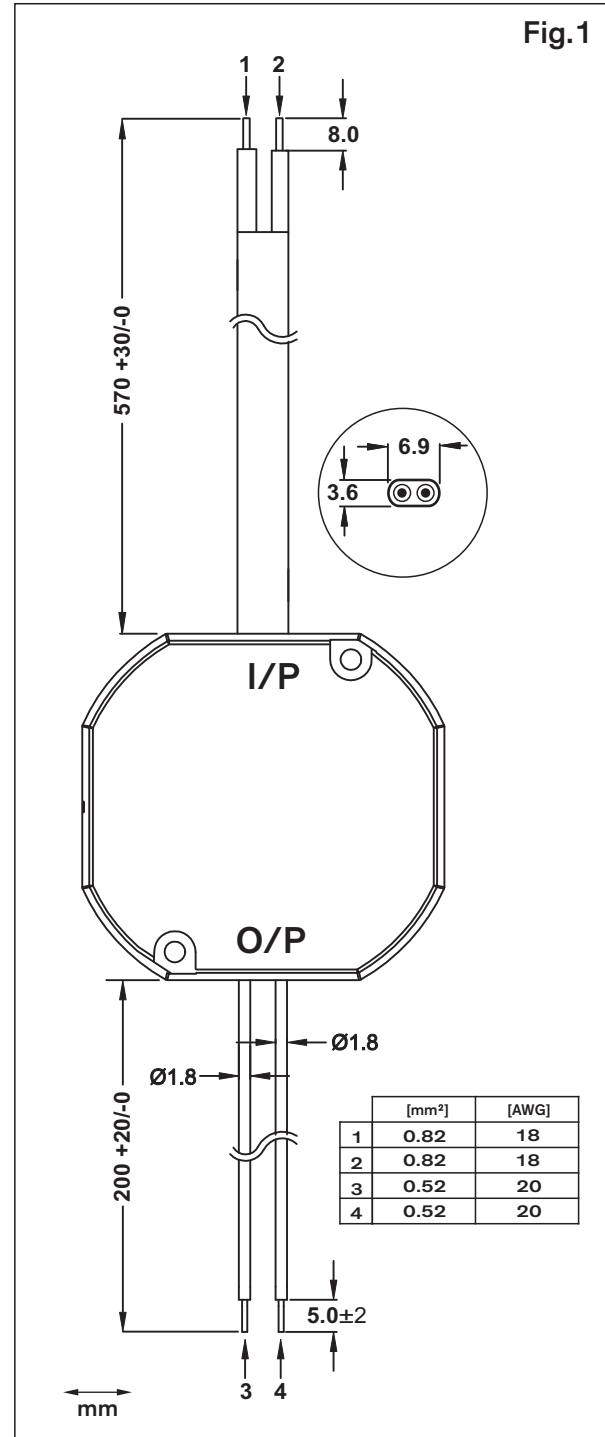

Fig.1
- Tous les fils d'entrée et de sortie doivent être correctement étalonnés pour le bloc d'alimentation et être branchés à la bonne polarité, Fig.1
- Identification des caractéristiques Fig.1**
- Todos los cables de entrada y salida deben tener valores nominales adecuados para la fuente de alimentación y deben conectarse con la polaridad correcta. Fig.1